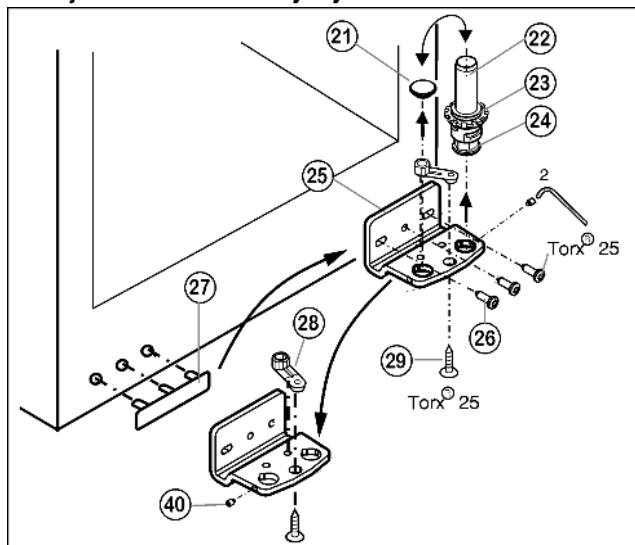

Fig. 6
- Závitový kolík Fig. 6 (40) vyšroubujte o zhruba 1 otáčku pomocí přiloženého imbusového klíče.
- Ložiskový čep Fig. 6 (22) včetně podložky Fig. 6 (23) a seřizovací nožky Fig. 6 (24) vyšroubujte nahoru.
- Zátku Fig. 6 (21) odstraňte.
- Stojan ložiska Fig. 6 (25) odšroubujte Fig. 6 (26).
- Závitový kolík Fig. 6 (40) kompletně vyšroubujte a zase našroubujte na protější straně do kozlíku ložiska, až vně lícuje s kozlíkem ložiska.
- Ložiskový díl Fig. 6 (28) odšroubujte Fig. 6 (29) a přemístěte jej do protilehlého upínacího otvoru stojanu ložiska, pak ho znovu pevně přišroubujte.
- Zátku Fig. 6 (21) zase vložte do druhé díry.
- Krytku na straně madla Fig. 6 (27) opatrně vytáhněte a přemístěte na druhou stranu.
- Stojan ložiska Fig. 6 (25) na nové straně závěsu zase přišroubujte příp. pomocí akumulátorového šroubováku (momentem 4 Nm).
- Ložiskový čep Fig. 6 (22) včetně podložky a seřizovací nožky zase nasadte.
- Kolík se závitom Fig. 6 (40) dotáhněte.
- Dveře nasadte shora na spodní ložiskový čep Fig. 6 (22).
- Dveře případně pomocí obou podélných děr ve spodním stojanu ložiska Fig. 6 (25) vyrovnejte tak, aby lícovaly se skříní přístroje. Vyšroubujte prostřední šroub.